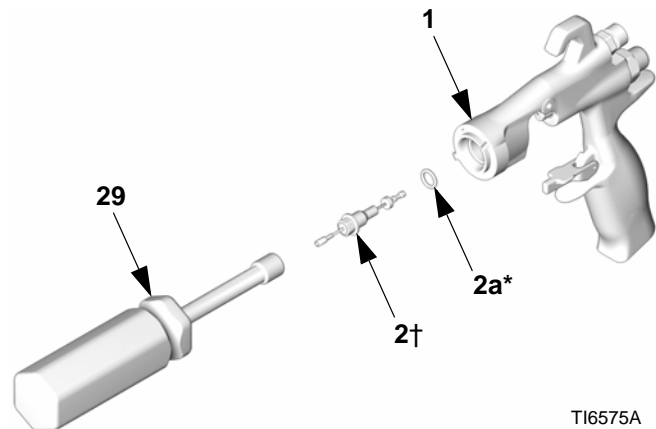
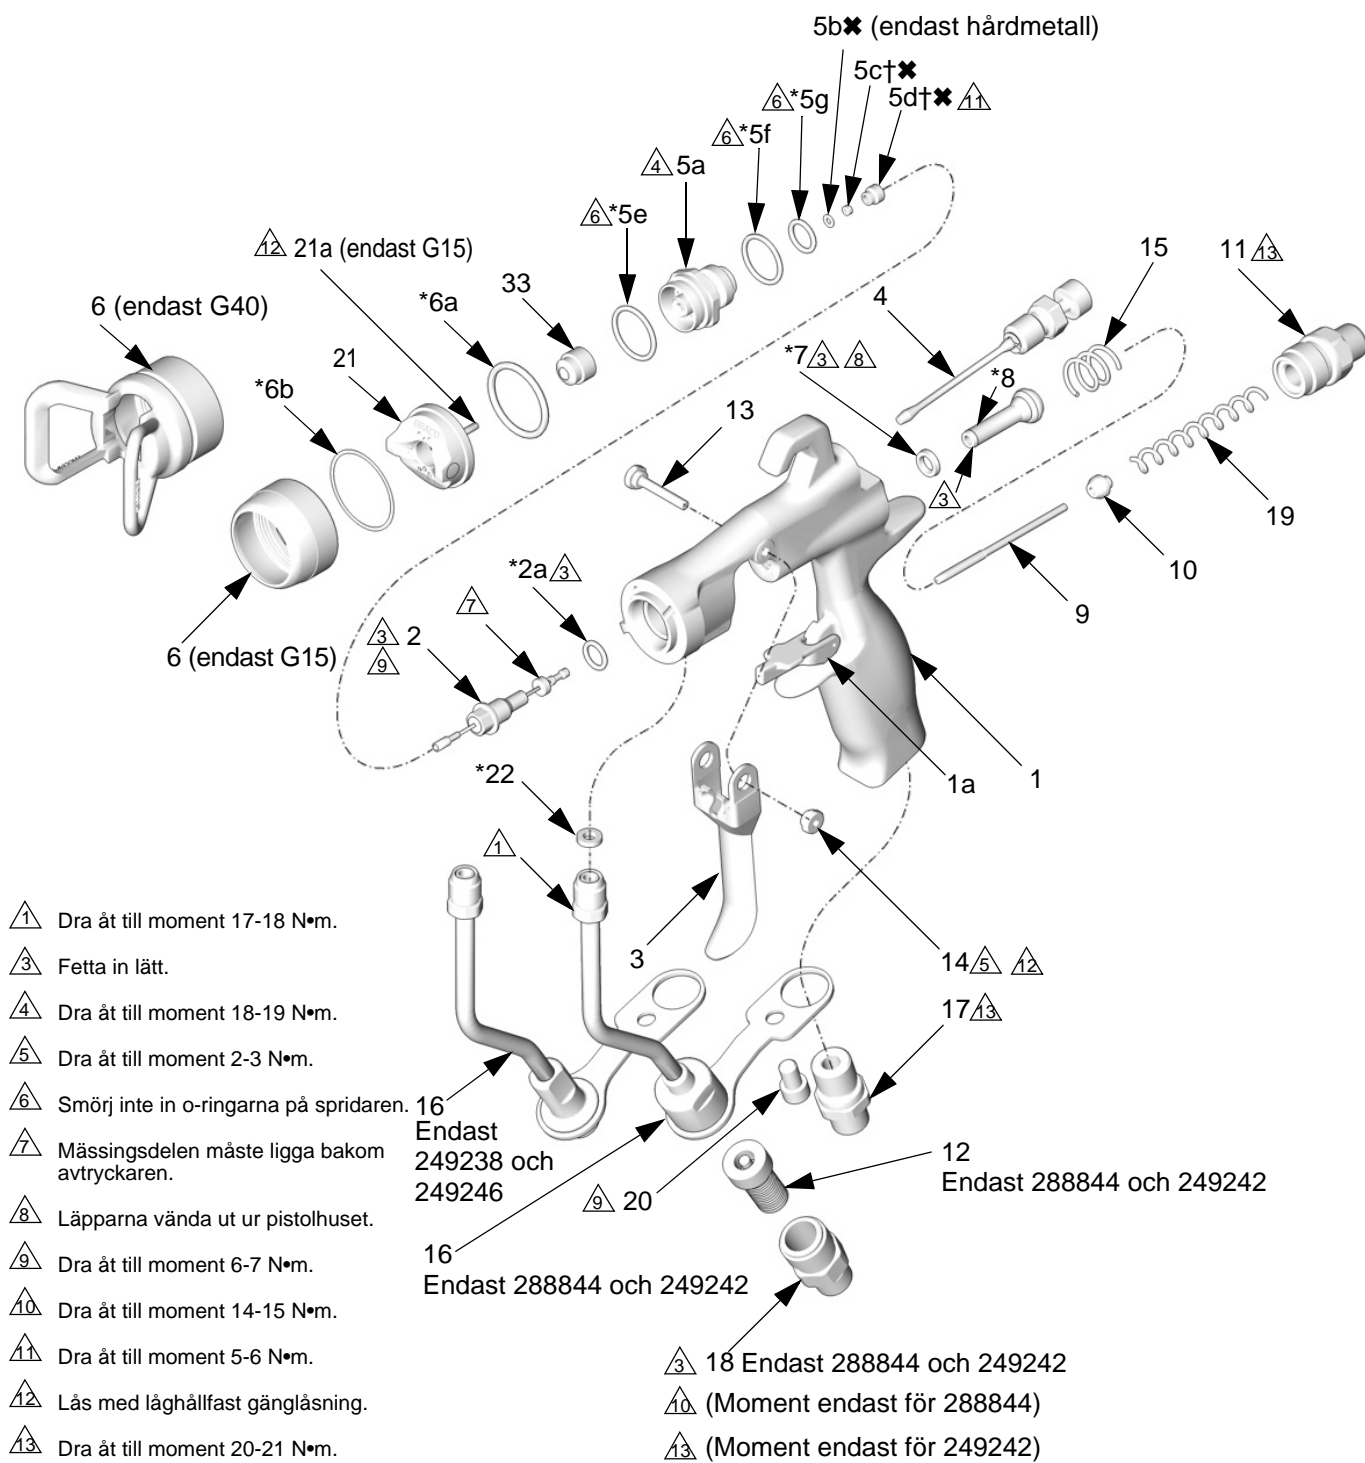

FIG. 43
FIG. 44
1. Sätt i rörpackningen (22\*) i pistolen. Dra åt vätskerörskopplingen (C) i pistolens vätskeintag. Dra åt luftintagskopplingen (17) och skruven (20) med handkraft. Dra åt vätskerörskopplingen till moment 17-18 N•m. Dra åt luftintagskopplingen och skruven till moment 20-21 N•m. Dra åt skruven till vätskerörsfästet till moment 6-7 N•m. Se FIG. 44.
2. Montera vätskefiltret (12) i änden på vätskeröret. Skruva i vätskeintagskopplingen (18) i änden på röret. Dra åt till moment 20-21 N•m. Se FIG. 44.
4. Smörj in framänden på luftventilen (8\*). Trä försiktigt in luftventilen i bakänden på pistolen genom packboxen (7\*) så långt det går. Var försiktig så att inte packboxen skadas. Se FIG. 44.
5. Trä på sätet (10) på axeln (9). Kontrollera att den koniska änden på sätet vänder mot den tjockare delen på axeln. Sätt försiktigt i axeln (9) och sätet (10) i luftventilen (8\*).
6. Montera de två fjädrarna (15 och 19). Skruva in fjäderlocket (11) i bakänden på pistolhuset. Dra åt till moment 20-21 N•m.
7. Fetta in o-ringarna på nålenheten lätt och axeln där tätningarna glider. Kontrollera att o-ringarna (2a\*) sitter på plats i pistolhuset (1).
8. Sätt i färgnålsenhetsen (2) i framänden på pistolen. Använd muttern (29) för att skruva in färgnålsenhetsen i pistolhuset (1) och dra åt till moment 6-7 N•m. Se FIG. 43.
9. Montera avtryckaren (3), ledstiftet (13) och muttern (14). Använd låghållfast gänglåsning och kontrollera att mässingdelen på färgnålsenhetsen (2) ligger bakom avtryckaren. Se FIG. 44. Smörj in båda sidorna av ledstiftet där avtryckaren ligger mot stiftet och smörj in navet på båda sidor av pistolen där avtryckaren ligger mot pistolhuset. Dra åt muttern till moment 2-3 N•m.
10. Tryck in avtryckaren medan spridaren (5) monteras i pistolhuset (1) med pistolverktyget (30). Dra åt till moment 18-19 N•m. När åtdragningen är rätt bottnar flänsen emot pistolen.
11. Montera låsringen (6), luftmunstycket (21) och sprutmunstycket (33)✘.